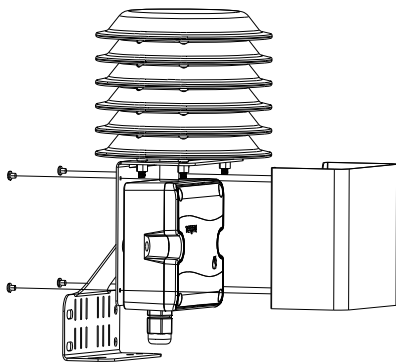

图 1
- 如图 1，拆下背面四颗螺丝以打开 U 型防护罩，完成主机接线，再装回 U 型防护罩；